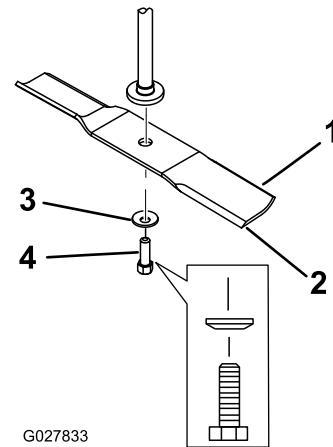

Bild 61
2. Entfernen Sie die Messerschraube, Wellenscheibe und das Messer von der Spindelwelle (Bild 61).
- Setzen Sie das Messer auf die Spindelwelle (Bild 61).
- Setzen Sie die Wellenscheibe (Kappenseite zum Messer) und die Messerschraube ein (Bild 61).